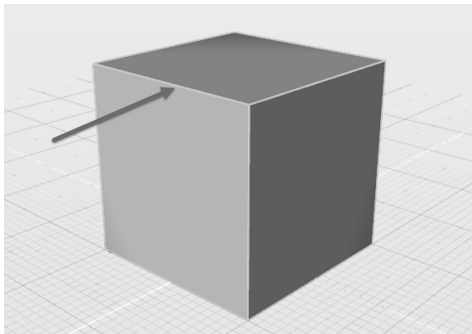

图 6-11 出现可编辑边线
2) 按快捷键 (S), 将编辑状态切换至“边线”, 此时多边形立方体的所有边线都呈现亮蓝色, 表示可以对这些边线进行编辑, 如图 6-11 所示。